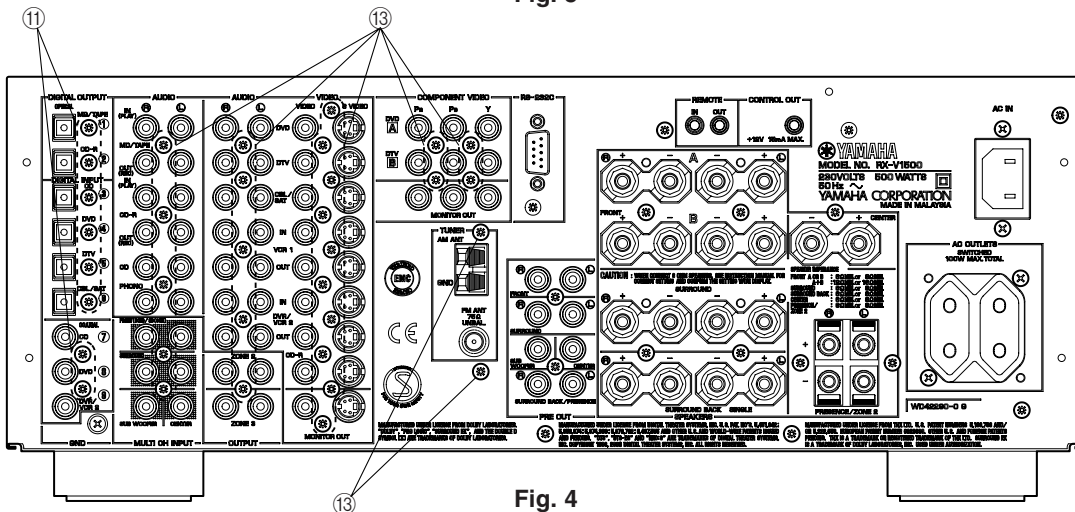
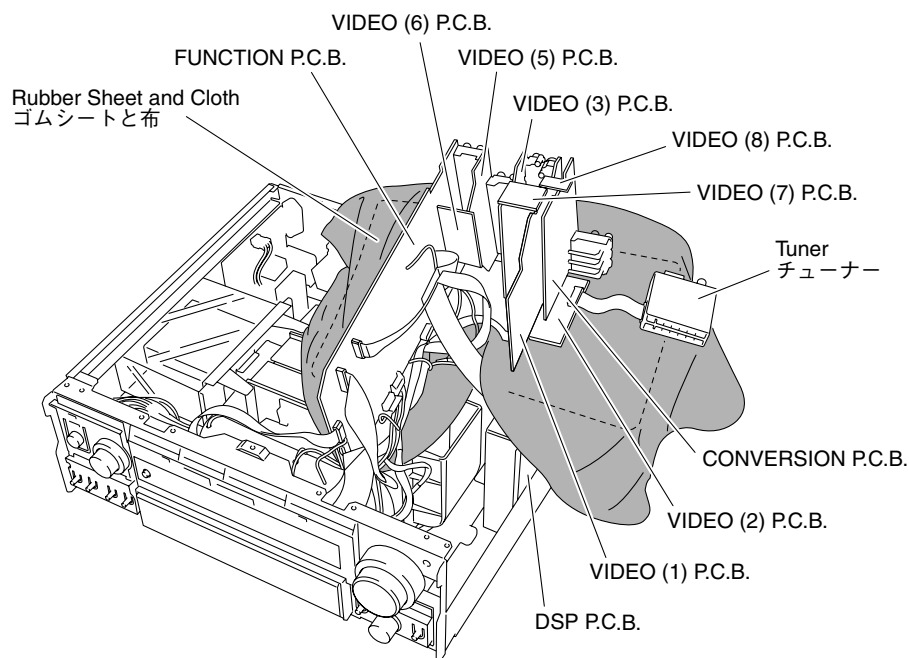

Fig. 4
Fig. 5
- d. Remove 8 screws (⑪). (Fig. 4)
- d. ⑪のネジ8本を外します。(Fig. 4)
6. Removal of VIDEO (1) ~ (3), (5) ~ (8), FUNCTION, CONVERSION P.C.B.s and Tuner
- Remove 26 screws (13). (Fig. 4)
- Remove VIDEO (1) ~ (3), (5) ~ (8), FUNCTION, CONVERSION P.C.B.s and Tuner. (Fig. 5)
- Put the Rubber Sheet and a Cloth over the equipment. Then place the P.C.B. upside down on the Cloth and check it. (Fig. 5)
6. VIDEO (1) ~ (3)、(5) ~ (8)、FUNCTION、CONVERSION P.C.B.、チューナーの外し方
- 13のネジ26本を外します。(Fig. 4)
- VIDEO (1) ~ (3)、(5) ~ (8)、FUNCTION、CONVERSION P.C.B.、チューナーを取り外します。(Fig. 5)
- 本機の上にゴムシートと布を敷き、その上にP.C.B.を裏返しに置いてチェックします。(Fig. 5)